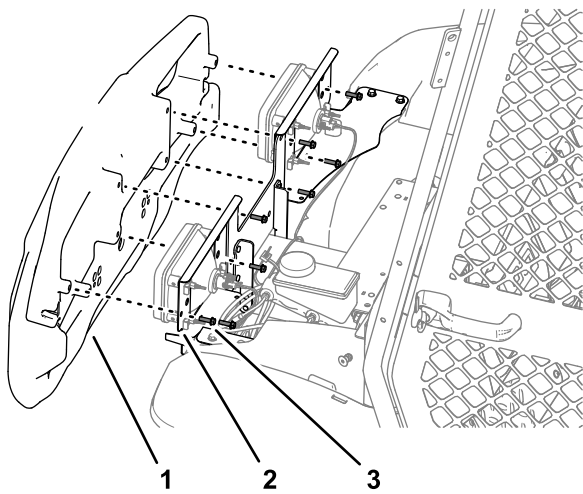

Рисунок 42
1. Поддерживая бампер, отверните 8 болтов с фланцевыми головками, с помощью которых бампер подсоединяется к его креплениям и кронштейнам фар (Рисунок 42).